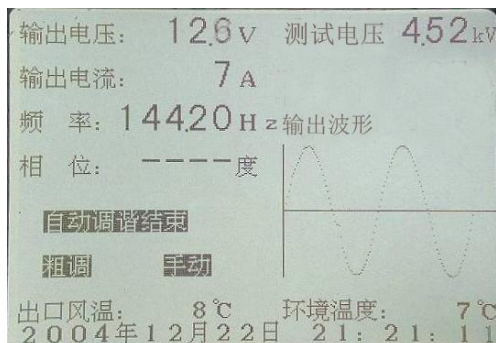

图 26 变频电源装置自动调谐结束显示
8.1.6 自动调谐是利用在串联谐振回路中，谐振点的电压为最高电压来进行寻找频率点。自动调谐结束后，在屏幕上显示“自动调谐结束”。如下图 26 所示，此时就可以升压。